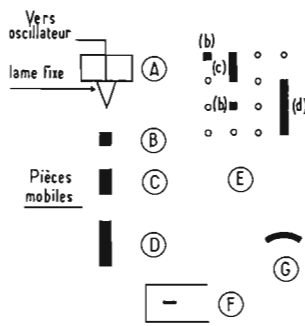

Fig. 5
A la figure 5, nous donnons des indications sur la forme à donner aux deux éléments d'un contact.
Remarquons dans le cas de cet exemple, l'audition de plusieurs notes à la fois si le système d'oscillateurs est conçu dans le mode polyphonique. Si, au contraire, il n'y a qu'un seul oscillateur, on ne pourra pas disposer les contacts comme en (E) figure 5.
Les contacts mobiles sont désignés par k_1, \dots, k_n . Ils auront les formes (B), (C), (D) etc. de la figure 5 et seront plantés dans les trous du cylindre tournant aux emplacements déterminés par la mélodie à exécuter. Il sera défendu de prévoir deux contacts à la fois. Les points de sortie du signal de l'oscillateur seront connectés à l'amplificateur ou à un dispositif intermédiaire de timbre.